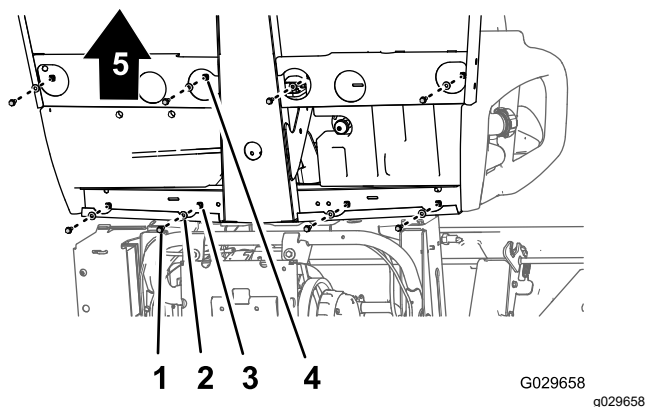
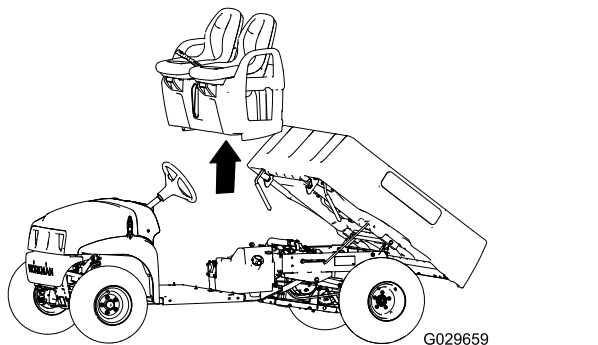

Figura 45
Figura 46
1. Na parte inferior da máquina, retire os 8 parafusos de cabeça flangeada e as 8 anilhas que prendem a base do banco à placa do chassi e ao canal da cabina traseira (Figura 45).
2. Cuidadosamente, levante os bancos, a base do banco e os cabos do travão de estacionamento da máquina (Figura 45).
1. Levante os bancos e a base do banco para a mizquina e alinhe os cabos dos travões com o chassis (Figura 45 e Figura 46).
2. Alinhe os furos na base do banco com os furos na placa do chassi e no canal da cabina traseiro (Figura 45 e Figura 46).